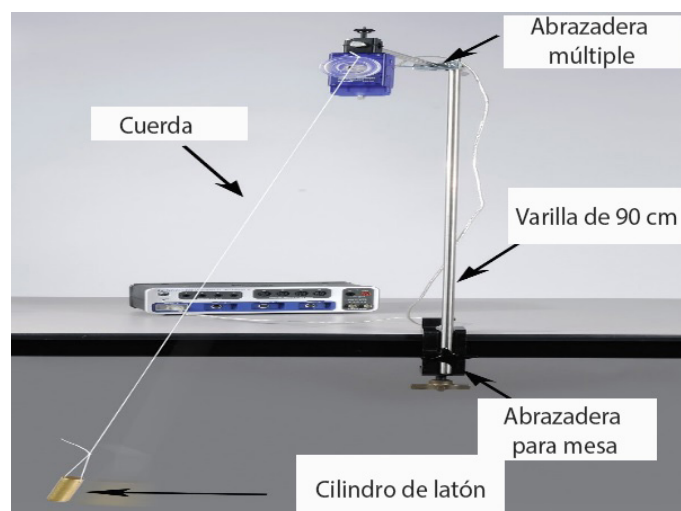

Figura 16.1: Péndulo simple.
1. Fijar la abrazadera y la varilla de 90 cm a la mesa como se muestra en la Figura 16.1. Utilizar la abrazadera múltiple y la varilla de 45 cm para suspender el sensor de movimiento.